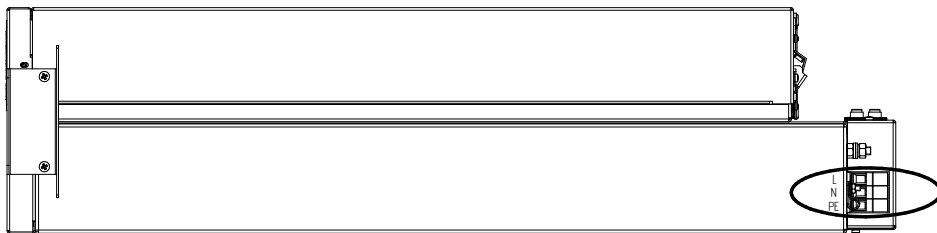

Рисунок 10. ИБП Штиль STR1106SL и STR1110SL. Выводы «Вход ~220»
5. Присоединить фазный проводник, нейтральный проводник и проводник заземления входной сети переменного тока к выводам ИБП «Вход ~220» (**рисунок 10**).